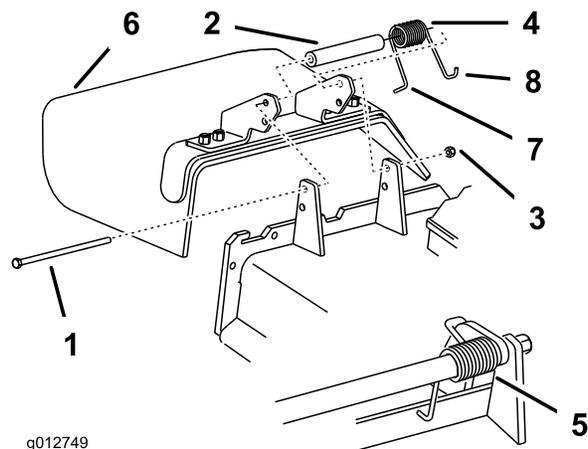

Figure 60
**Remarque:** Prenez soin de placer l'extrémité en L du ressort derrière le bord du tablier avant de mettre le boulon en place, comme indiqué à la Figure 60.
3. Remettez le boulon et l'écrou. Accrochez l'extrémité en J du ressort au déflecteur d'herbe (Figure 60).
1. Retirez le contre-écrou, le boulon, le ressort et l'entretoise qui fixent le déflecteur aux supports de pivot (Figure 60). Enlevez le déflecteur s'il est endommagé ou usé.